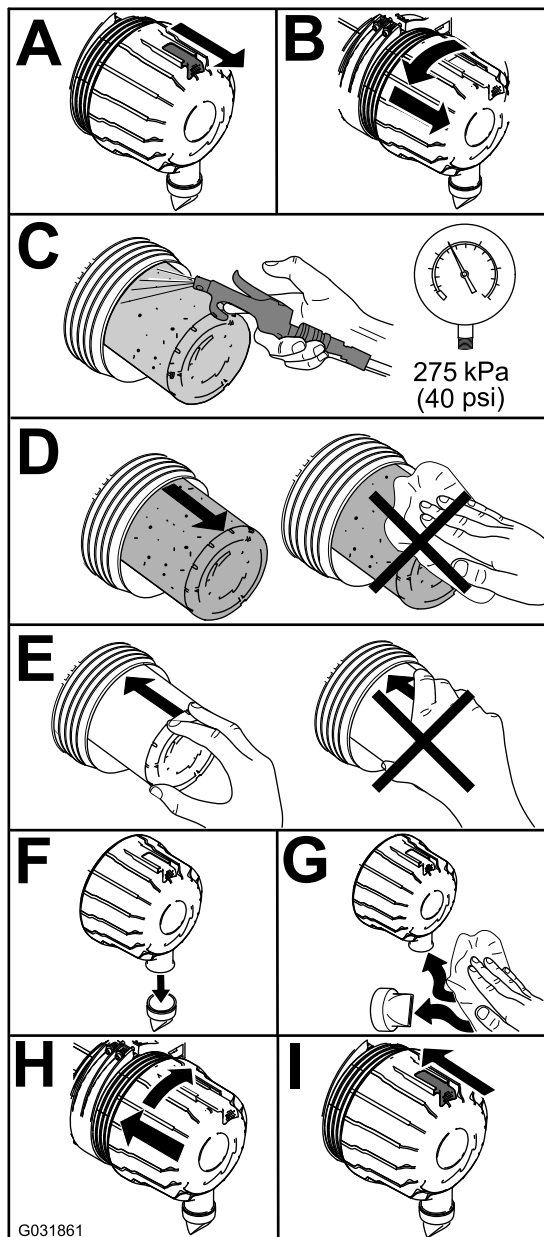

Bild 92
1. Tauschen Sie den Luftfilter aus (Bild 92).